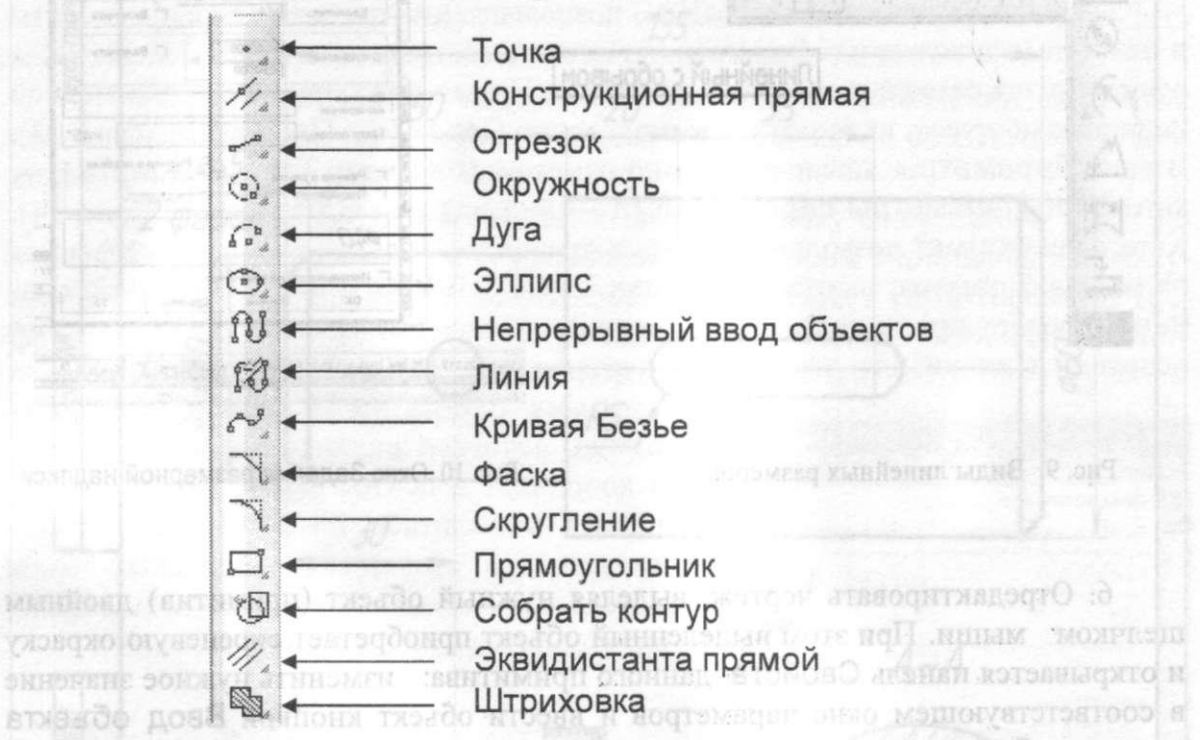
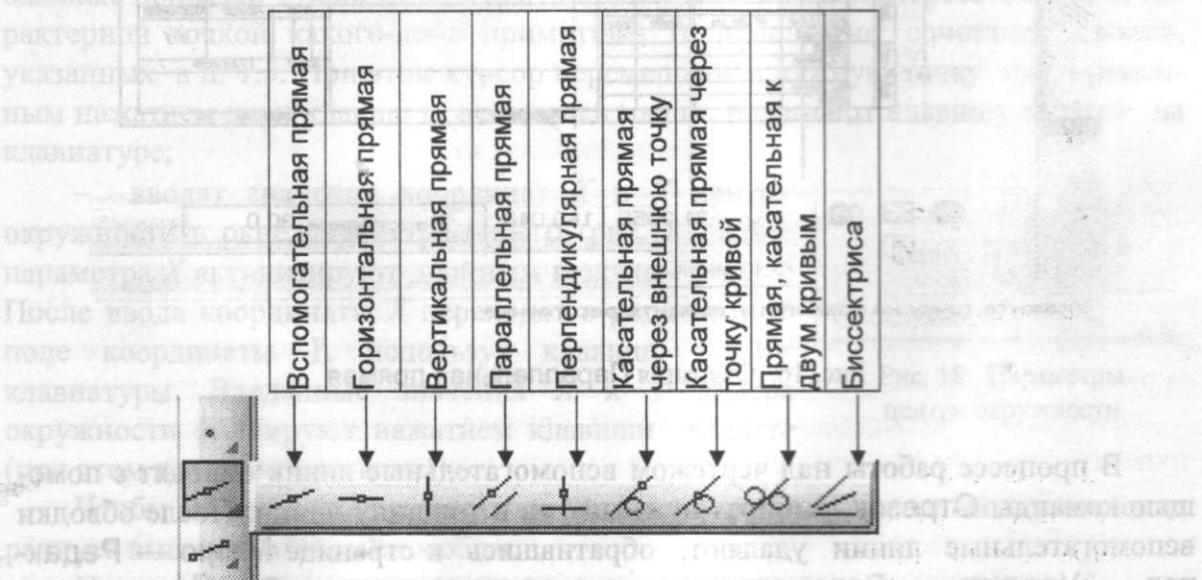
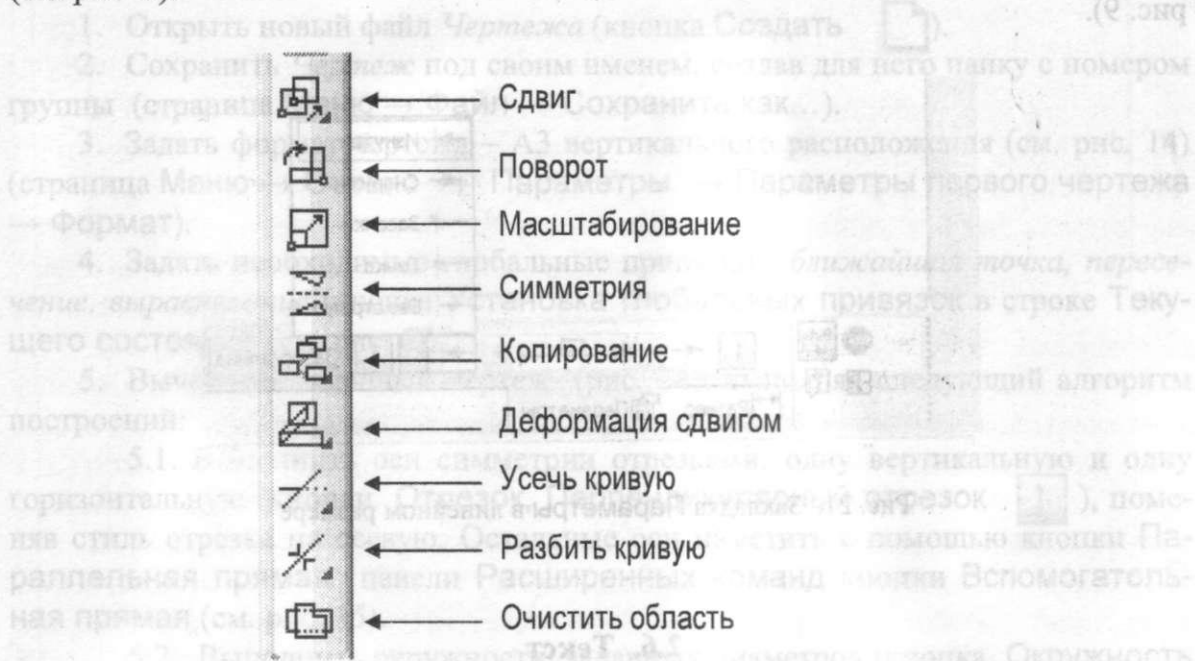

Рис. 7. Геометрические примитивы
Рис. 15. Панель Расширенных команд кнопки Вспомогательная прямая
Рис. 20. Содержание Инструментальной панели Редактирование
- на инструментальной панели Геометрия  использовать клавиши ввода геометрических примитивов (рис. 7);
Команда Вспомогательная прямая  из панели Геометрия  (см. рис. 7) позволяет строить вспомогательные линии, бесконечные в границах экрана и требующие дальнейшей обводки с помощью операций Отрезок , Непрерывный ввод объектов  и т.п.. Панель Расширенных команд, соответствующая команде Вспомогательная прямая, включает в себя операции, показанные на рис. 15.
Команды редактирования объектов позволяют оптимизировать черчение, т.е. сократить время выполнения однотипных операций. Различные инструменты редактирования становятся доступны после щелчка мыши на кнопке  **Редактирование** в **Компактной панели** (см. рис. 5). Содержание панели показано на рис. 20.
- 5.1. Выполнить оси симметрии отрезками: одну вертикальную и одну горизонтальную (кнопки **Отрезок**, **Перпендикулярный отрезок** ) , поменяв стиль отрезка на осевую. Остальные оси наметить с помощью кнопки **Параллельная прямая** панели **Расширенных команд** кнопки **Вспомогательная прямая** (см. рис. 15).
- 5.5. Удалить лишние дуги окружности (кнопка **Усечь кривую** панели **Редактирование** (см. рис. 20)).
- 5.8. Вычертить остальные элементы. Использовать команды **Копирование** и **Симметрия** страницы **Редактирование** (см. рис. 20), **Параллельный отрезок**, **Скругление** страницы **Геометрия** (см. рис. 7).